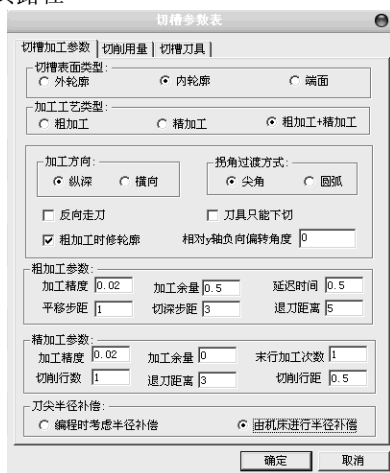
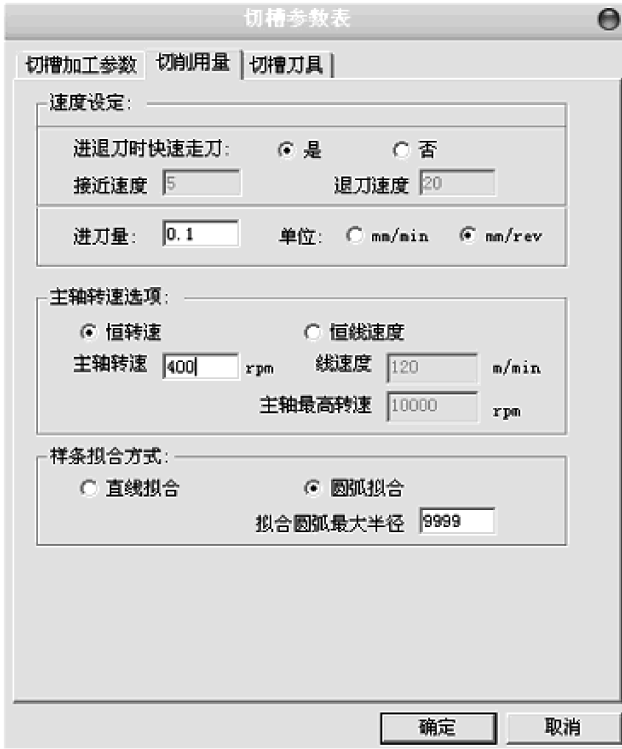

图 8-55 切槽加工参数设置
图 8-56 切削用量参数设置
1) 在菜单栏中选择【数控车】→【切槽】命令,或者单击【数控车】工具栏中的按钮,系统弹出【切槽参数表】对话框,单击【切槽加工参数】选项卡,设置的参数如图 8-55 所示;单击【切削用量】选项卡,设置的参数如图 8-56 所示;单击【切槽刀具】选项卡,设置的参数如图 8-57 所示,设置完成后单击【确定】按钮。